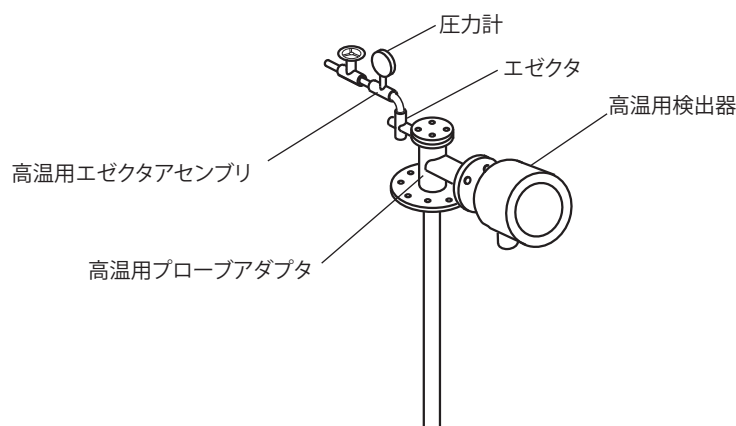

図3.22 高温用エゼクタアセンブリの接続
- ・ 高温用検出器を使用する場合において、測定ガスが負圧のときは、高温用プローブアダプタの測定ガス排出口にエゼクタを接続します（図 3.22 参照）。
- 測定ガスが負圧のときは、高温用エゼクタアセンブリ（E7046EC/E7046EN）を図 3.22 に示す要領で接続してください。なお、圧力計はできるだけエゼクタに近接させて設置します。ただし、周囲の温度が高い場合には、40℃未満の場所に設置してください。